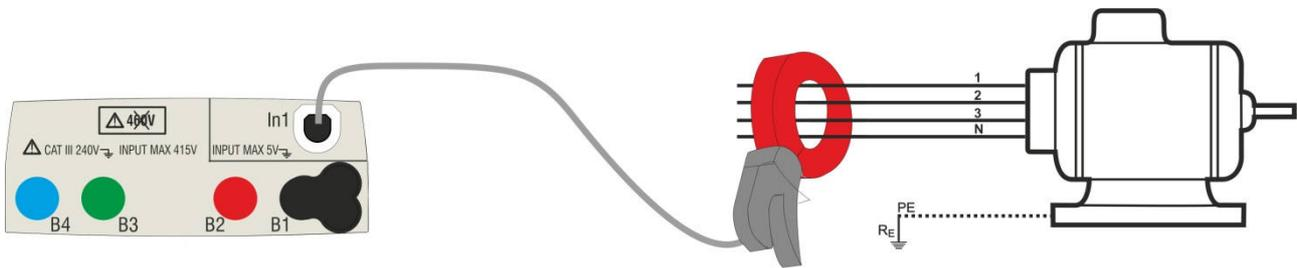

Abb. 23: Indirekte Messung eines Leckstroms in einer dreiphasigen Installation
4. Zur indirekten Messung des Leckstroms schließen Sie die externe Stromzange entsprechend Abb. 23 an. Zur direkten Messung des Leckstroms schließen Sie die externe Stromzange entsprechend Abb. 24 an und trennen Sie alle möglicherweise vorhandenen zusätzlichen Erdungen, welche die Testergebnisse beeinflussen können.